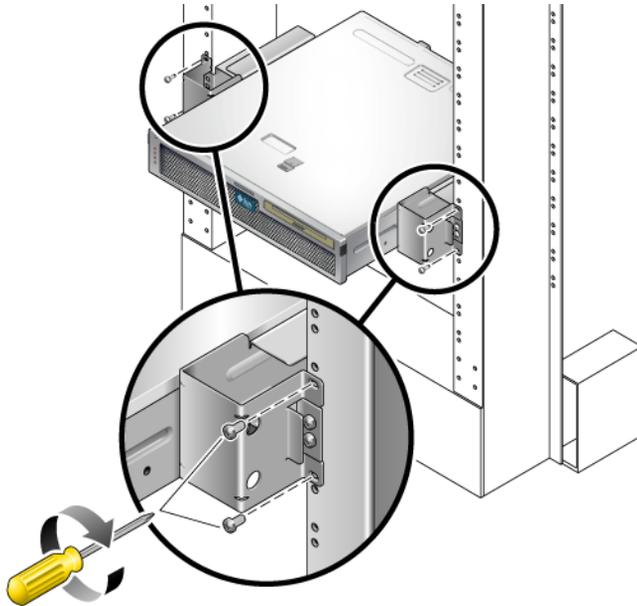

ABBILDUNG 4-4 Montage und Befestigung des Servers im Rack mit 2 Stützen
5. Heben Sie den Server in das Rack und schieben Sie ihn auf die Schienenführungen (ABBILDUNG 4-4).
6. Befestigen Sie jede Seitenhalterung des Servers mit je zwei Schrauben pro Seite an der Rack-Vorderseite (ABBILDUNG 4-4).